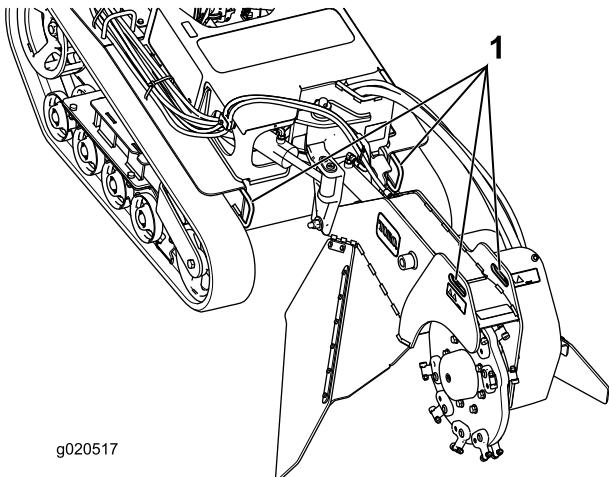
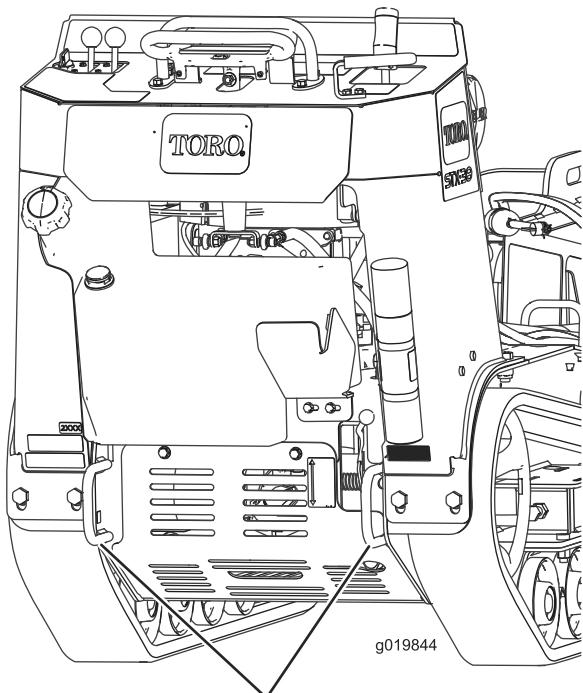

Figura 22
Figura 23
3. Fissate la macchina al rimorchio con catene o cinghie utilizzando gli anelli di attacco/sollevamento sulla parte anteriore e posteriore della macchina (Figura 22 e Figura 23). Fate riferimento alle ordinanze locali per i rimorchi e ai requisiti per i punti di attacco.
La macchina può essere sollevata utilizzando gli anelli di attacco/sollevamento come punti di sollevamento (Figura 22 e Figura 23).